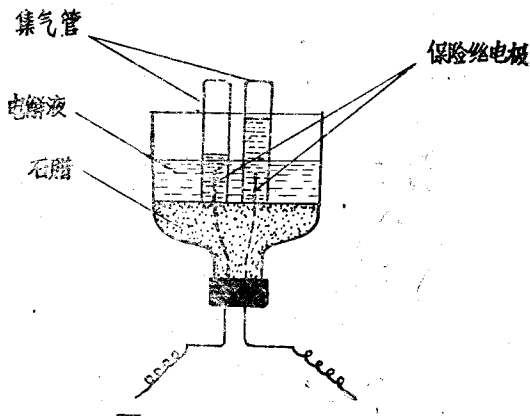

图13 自制电解水的仪器
1. 电解池 可用一普通玻璃瓶来改制，容积500ml左右者较为适宜，如各种药瓶(500ml左右的药瓶是比较普遍的)，一斤装墨汁瓶、墨水瓶等。将瓶子从离瓶颈大约8cm处切断。将原有的瓶盖钻两个小孔，各插入一根直径约1mm的保险丝(相当于20号或5安的保险丝)作为电极，然后盖好。将瓶口向下支稳，注入熔化了的石蜡(鱼烛、黄蜡、松香、沥青等亦可)，以刚超过瓶颈为度。静置冷却，令其凝固。(见图13)